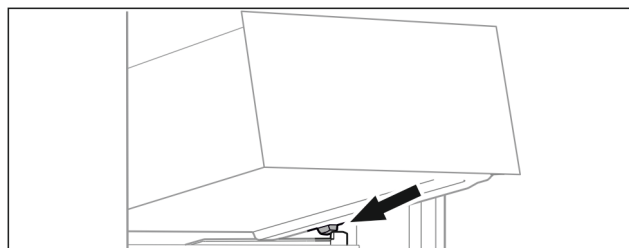

Fig. 71
- ▶ Nasadte zásuvku šikmo za zarážky na žebrování na nádoby. (viz Fig. 71)